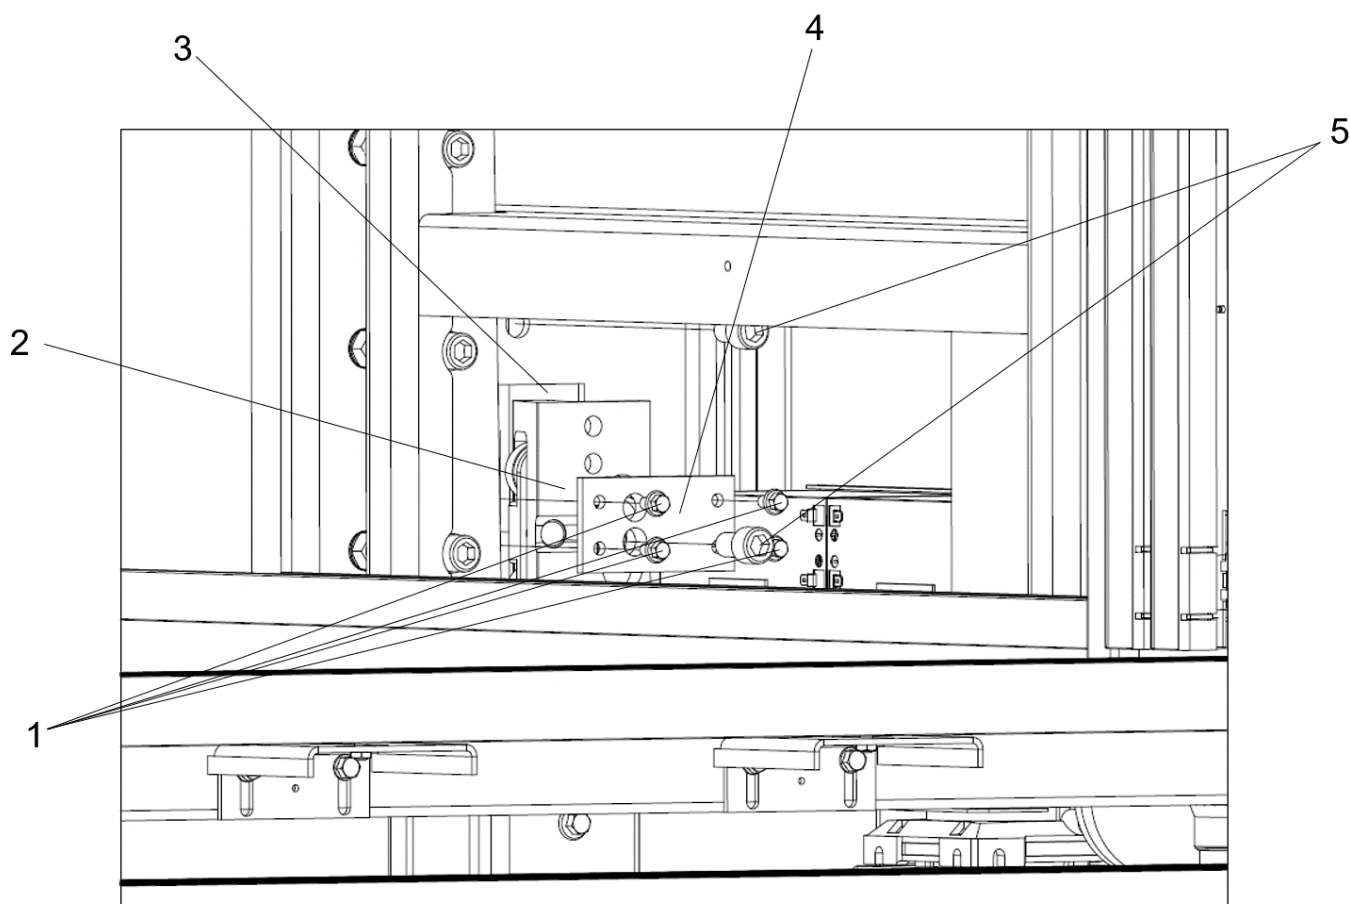

Fig. 36 Byte av nedre rullgejdskorna
10. Skruva ur skruvarna (1) som håller plattan (4) framför en av rullgejdskorna (2) från hissorgens insida om den rullgejdskon behöver bytas, se Fig. 36.
11. Skruva ur skruvarna (5) som håller rullgejdskorna och avlägsna rullgejdskorna ur gejden (3) genom att skjuta dem nedåt.